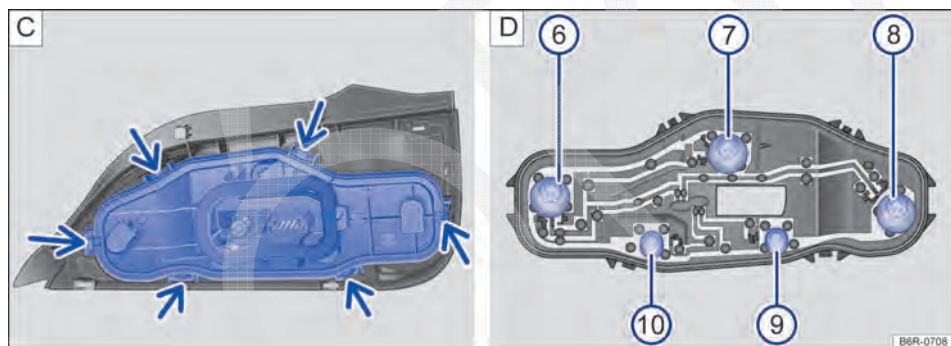

Fig. 150 Lanterna traseira: C: desinstalar o suporte da lâmpada, D: desinstalar a lâmpada incandescente.
9. Para destravar o suporte das lâmpadas, pressionar cada lingueta de travamento (setas) → Fig. 150 C no sentido das setas.
11. Para remover as lâmpadas incandescentes queimadas → Fig. 150 D, pressionar a lâmpada contra o suporte e girar no **sentido anti-horário** para removê-la.
15. Instalar o suporte das lâmpadas na lanterna traseira. As linguetas de travamento → Fig. 150 C (setas) devem encaixar de forma audível.
A localização e a identificação das lâmpadas incandescentes → Fig. 150 D estão relacionadas a seguir: